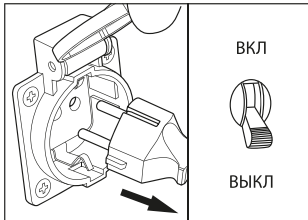

рис. 6
6. Отсоедините все электрические нагрузки, отключите подачу напряжения на панели штепсельных розеток. Переведите переключатель защиты от перегрузки в положение «Выкл» (рис. 6).